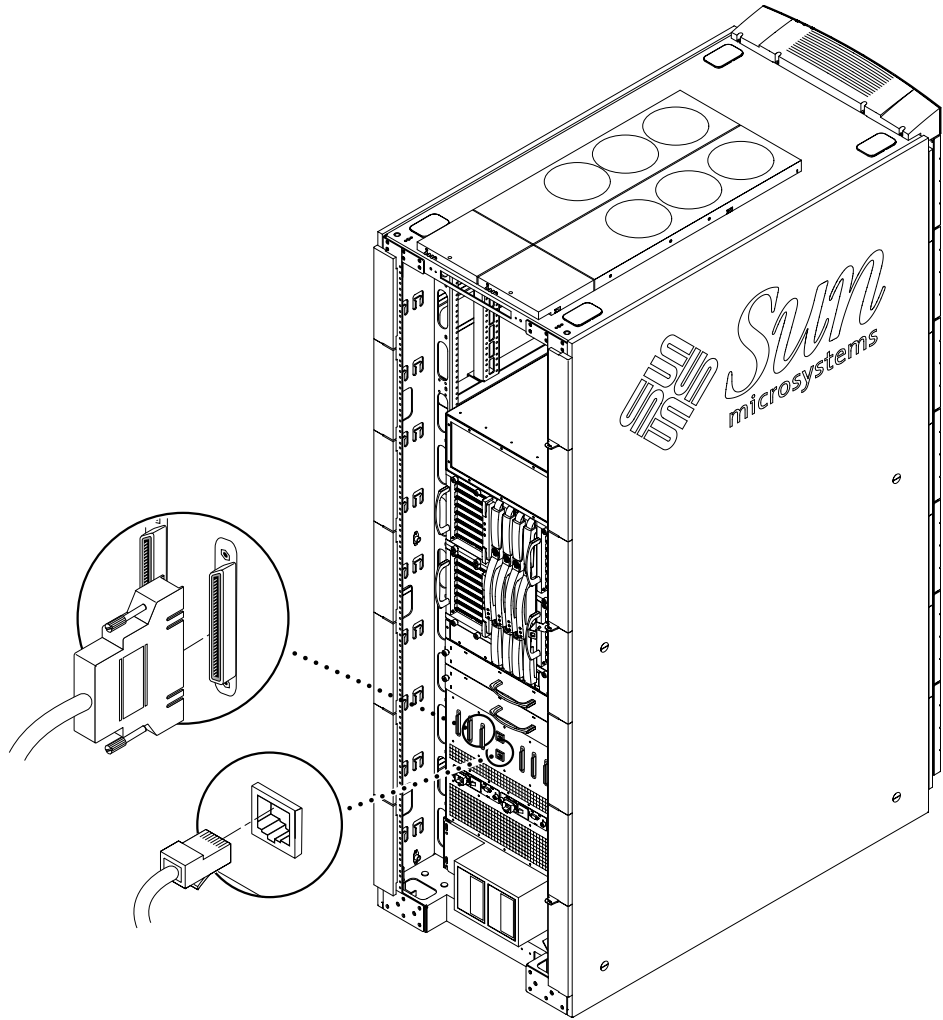

図 2-10 パッチパネルの基本 TTYa シリアルポートおよび基本 Ethernet 接続
1. シリアルケーブル (TTYa またはヌルモデム) の一方の端を、パッチパネル上の基本シリアルポートに接続します (図 2-10)。
1. シールド付きカテゴリ 5 Ethernet ケーブルの一方の端を、パッチパネルの基本 RJ-45 Ethernet ポートに接続します (図 2-10)。